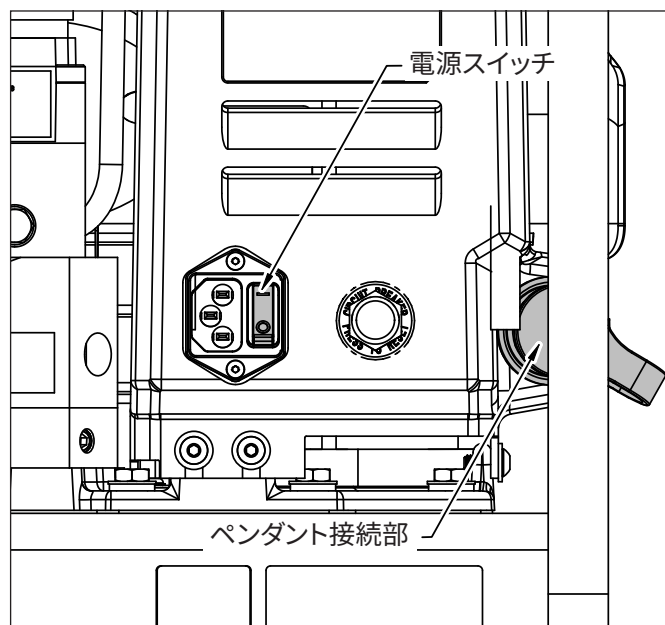

図2: 電源コードとペンダント接続
2. 適切な電源コードを図2に示すソケットに取り付けます。
3. ポンプ前部のコネクタからダストキャップを外し、ペンダントケーブルを接続します。図2を参照してください。
4. ポンプのスイッチが「オフ」(O) になっていることを確認します。図2を参照してください。